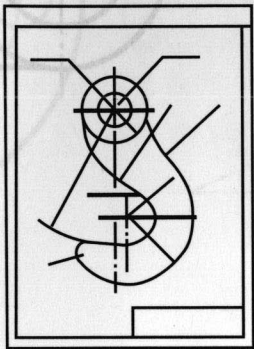

图1-4
5. 擦去多余的作图线，再画出尺寸线、尺寸界线和剖面线，如图1-4所示。